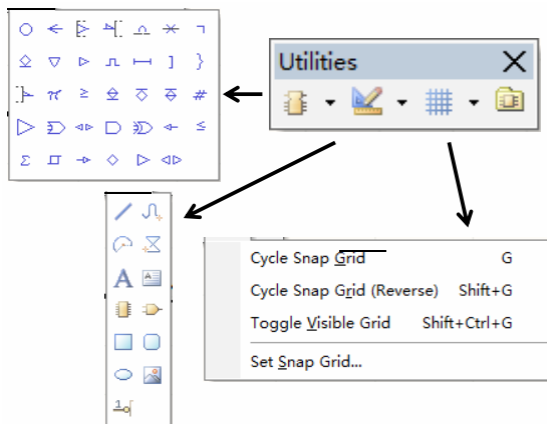

图 18-10 Utilities 工具栏
1) 实用工具栏: 该工具栏按钮的功能如图 18-10 所示。